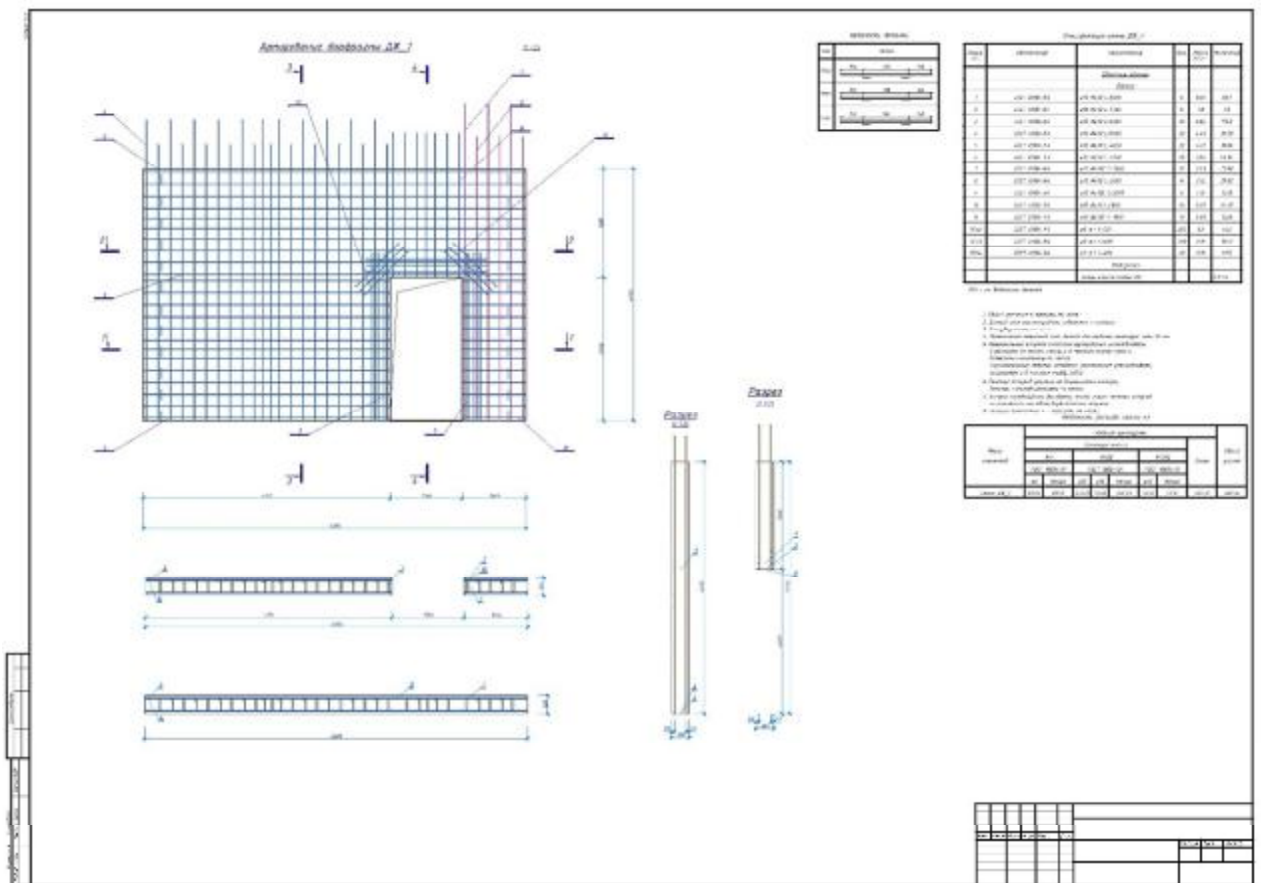

Рис. 3.46. Чертеж армирования монолитной стены ДЖ_1
- Общий вид чертежа приведен на рис. 3.46.